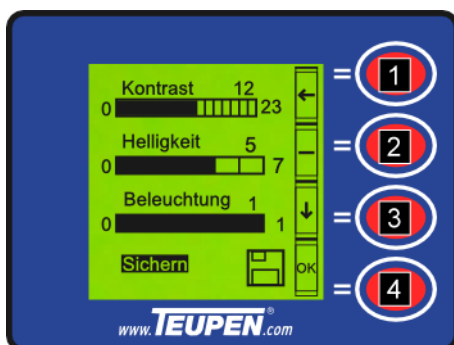

Abb. 72: Display Setup speichern
3. Mit der [Funktionstaste] (Abb. 72/3) den Cursor auf "Sichern" stellen.
⇒ Die Belegung der [Funktionstaste] (Abb. 72/4) springt auf "OK".
4. Mit der [Funktionstaste] (Abb. 72/4) die Einstellungen speichern.
5. Mit der [Funktionstaste] (Abb. 72/1) zurück in das Menü [Einstellungen] springen.